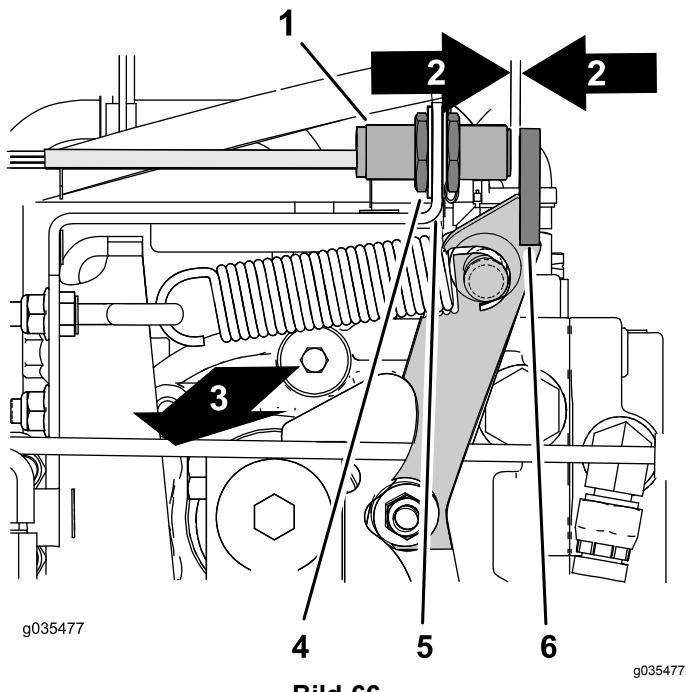

Bild 66
- Suchen Sie den Näherungssensor an der rechten, oberen Seite der Hydraulikpumpe (Bild 66).
- Kontrollieren Sie, dass der Halter des Näherungssensors nicht verbogen ist und dass die Kontrollleuchte an der Rückseite des Näherungssensors aufleuchtet (Bild 66).
- Lösen Sie die Klemmmuttern auf beiden Seiten der Sensorhalterung (Bild 66).
- Stellen Sie die Klemmmuttern so ein, dass zwischen dem Näherungssensor und dem Flansch des Leerlaufarms ein Spalt von 2,5 bis 3,6 mm besteht (Bild 66).
- Ziehen Sie die Klemmmuttern fest (Bild 66).